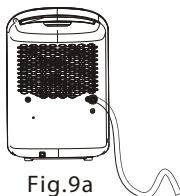
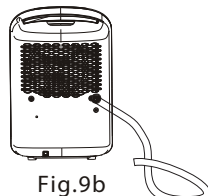

Fig.9a
Fig.9b
- Asigurați-vă că furtunul cade în jos și permite scurgerea apei fără probleme. Nu instalați furtunul de apă cum este arătat în Fig.9a și Fig.9b.